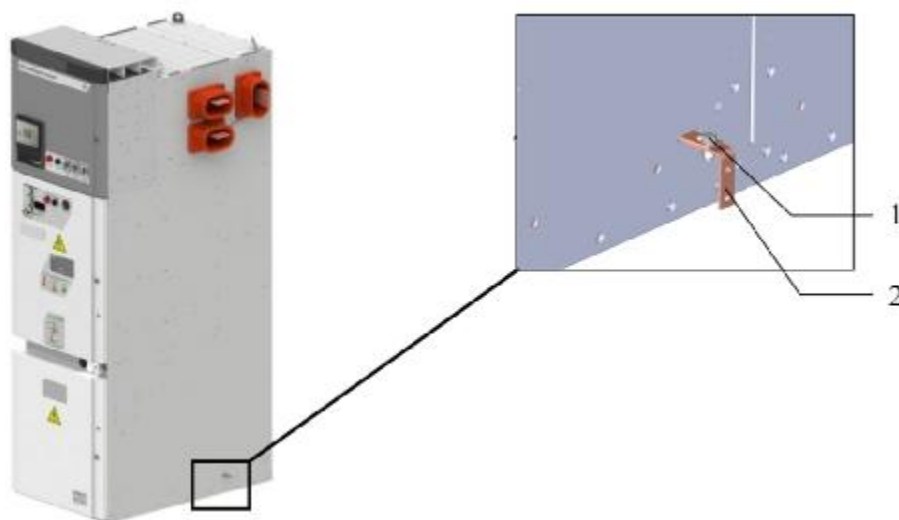

Рис. 23 Сборка системы заземления секции шкафов КРУ
2.5.2.6 В нижней боковой части корпусов шкафов КРУ предусмотрены отверстия для системы заземления секции согласно рис. 23. С фасада в нижней части каждого шкафа КРУ предусмотрена шина заземления. Выводы шин системы заземления необходимо присоединить к общему контуру заземления.